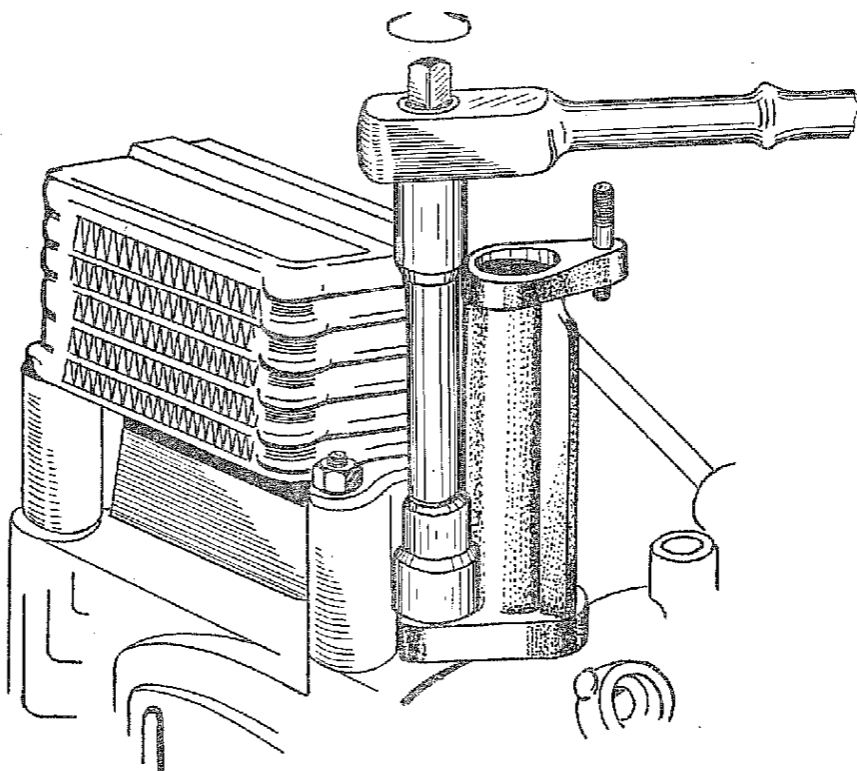

Рис. 41. Снятие корпуса привода распределителя зажигания
1.2. Отвернуть гайку крепления корпуса валика привода распределителя зажигания (рис. 41), снять стопорную шайбу и привод в сборе (ключ торцовый 13).